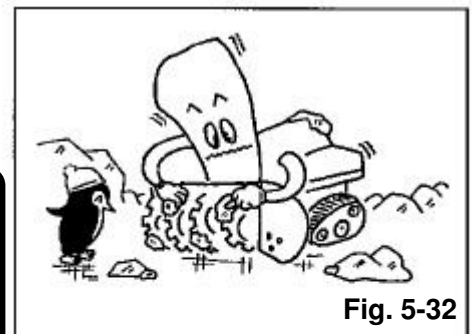

Fig. 5-32
1. Beseitigen Sie sorgfältig Schnee und Eis auf der Innenseite des Schneckengehäuses und am Lüfter (siehe Abbildung 5-32).